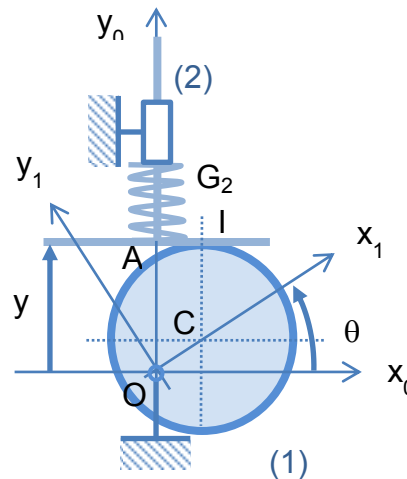

Figure 1
Le système étudié est en mouvement par rapport à un repère fixe  $R_0 = (O, \vec{x}_0, \vec{y}_0, \vec{z}_0)$  considéré comme galiléen. Il est constitué de deux ensembles en mouvement (figure 1) :
- ✓ un ensemble (2) en translation rectiligne par rapport à  $R_0$  d'axe  $Oy_0$  de paramètre  $y = OA$ . Sa masse est notée  $m_2$  et son centre de gravité est situé sur l'axe  $Ay_0$ . L'ensemble (2) est guidé par une liaison glissière d'axe  $Ay_0$  (figure 1). Cette liaison est supposée parfaite.